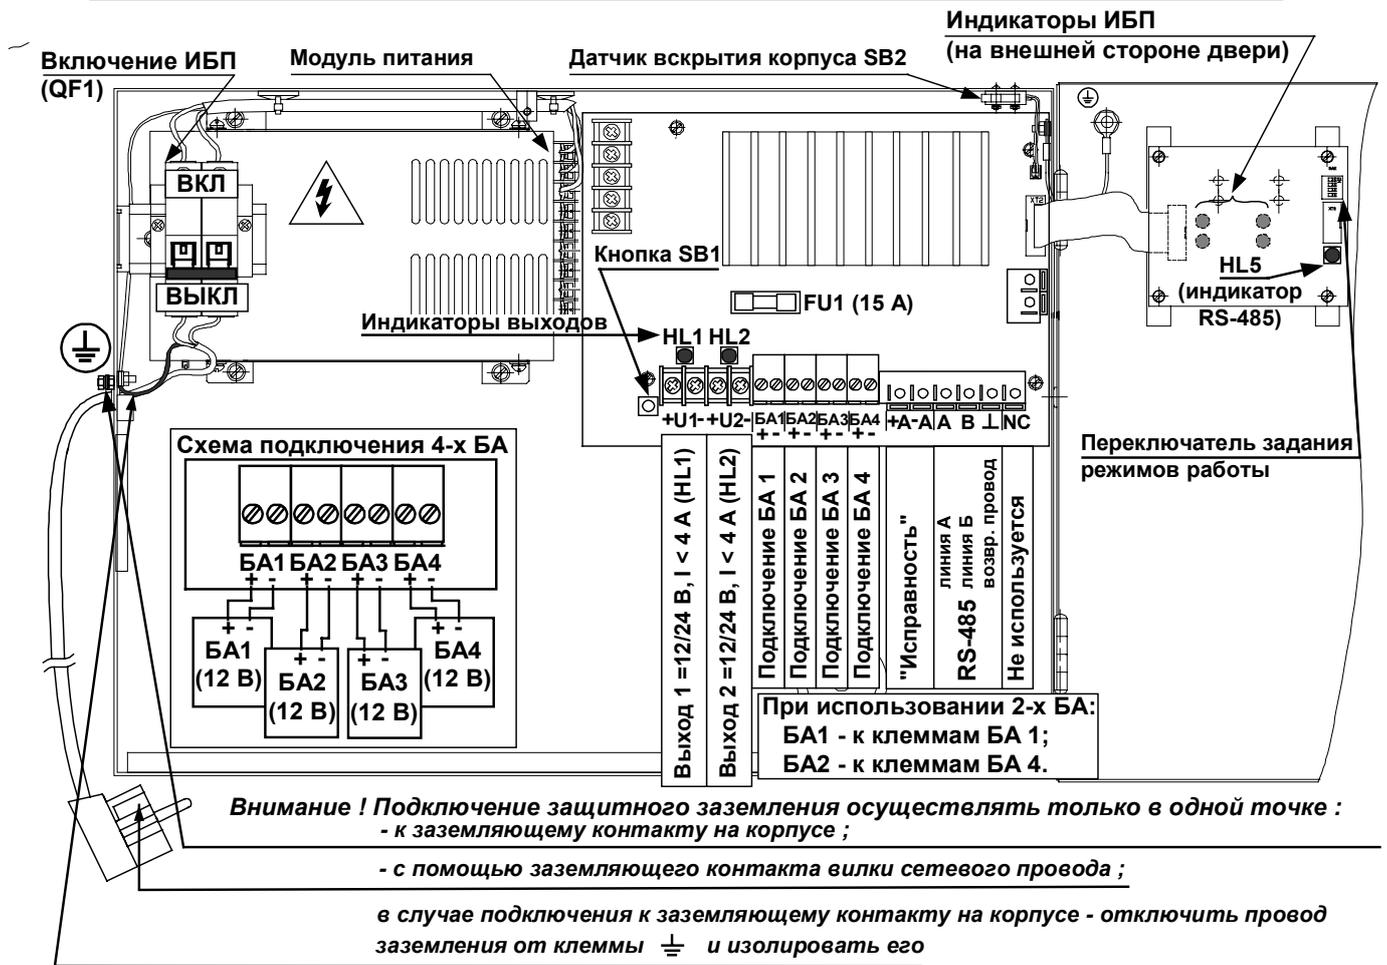
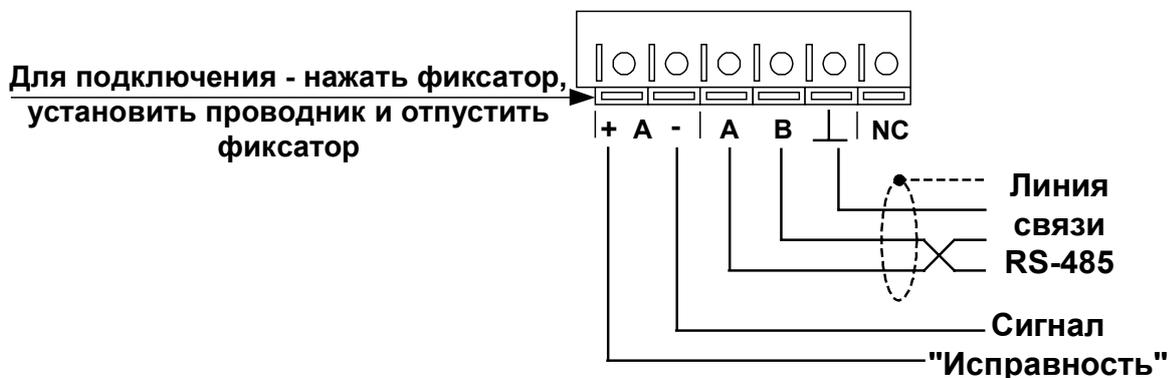
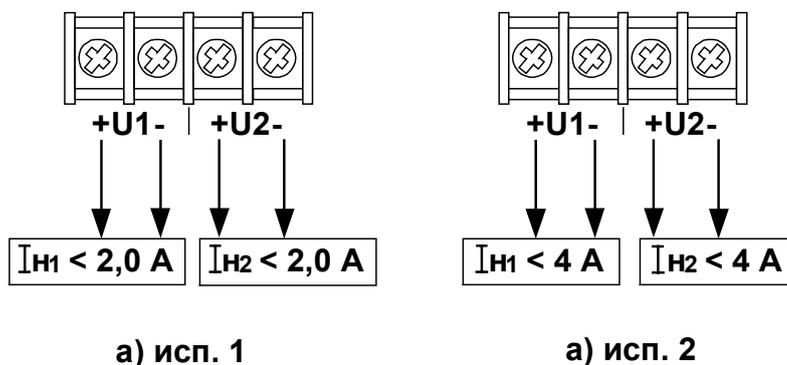

Рис. 3 Внешний вид ИБП-1200/2400 исп. 2 с открытой дверью
Рис. 4 Подключение линий связи: RS-485 и сигнала "Исправность"
Рис. 5 Схема подключения нагрузки: а) исп. 1 ($I_{n1} < 2,0A$; $I_{n2} < 2,0A$); б) исп. 2 ($I_{n1} < 4A$; $I_{n2} < 4A$).
Внешний вид ИБП-1200/2400 исп.1, исп. 2 с открытой дверью представлены соответственно на Рис. 2, Рис. 3. Корпус блока имеет вентиляционные отверстия для отвода тепла. В корпусе установлен автомат защиты с тумблером включения «Сеть 220 В». На боковых поверхностях корпуса имеются отверстия, через одно из которых пропускается кабель подклю-
Провода подключаются к клеммам присоединительной колодки в соответствии со схемой подключения (Рис. 2, Рис. 3, Рис. 4, Рис. 5, Рис. 6, , Рис. 7) – в зависимости от вариантов исполнения ИБП-1200/2400 исп. 1 или исп. 2.
Слева на боковой поверхности корпуса расположен винт для подключения защитного заземления (см. Рис. 2 или Рис. 3).
6.4.4 Подключение соединительных линий и БА к клеммам ИБП производится в соответствии с Рис. 2, Рис. 3, Рис. 4, Рис. 5, Рис. 6 и Рис. 7 – в зависимости от вариантов исполнения. Перед подключением тумблер «Сеть 220 В» выключить.